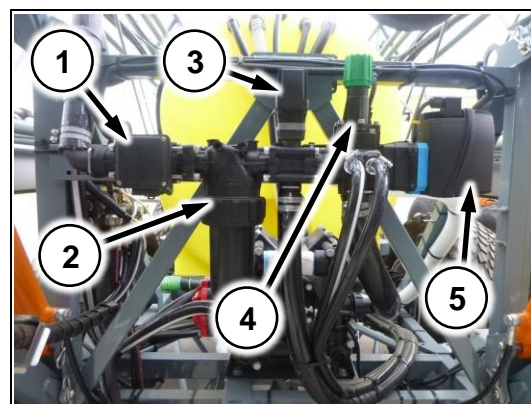

Рис. 89
(Рис. 89/1) – расходомер
(Рис. 89/2) – корпус фильтра тонкой очистки
(Рис. 89/3) – регулирующий клапан
(Рис. 89/4) – предохранительный клапан
(Рис. 89/5) – главный клапан
1. М – главный клапан (Рис. 89/5)
2. R – регулирующий клапан (Рис. 89/3)
3. F – расходомер (Рис. 89/1)